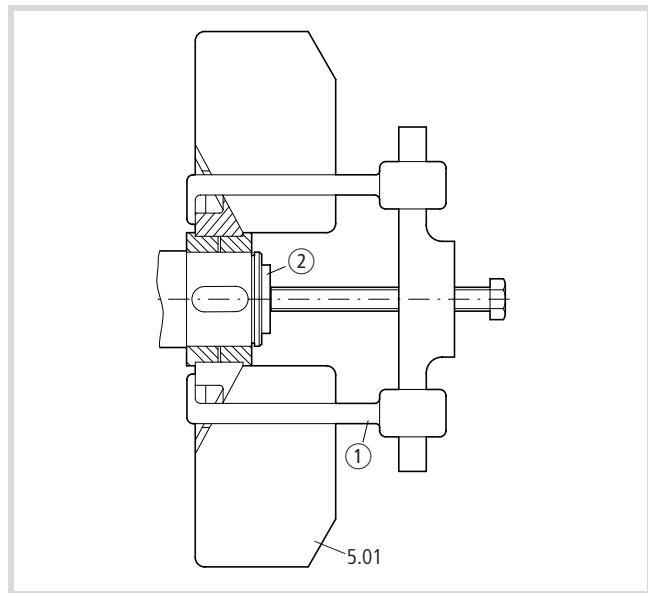

Figure 4 : Démontage du ventilateur (5.01)
- Retirez le ventilateur (5.01) de l'arbre à l'aide de l'arrache-moyeu (1). Les petits ventilateurs peuvent être démontés à la main (→ fig. 4).